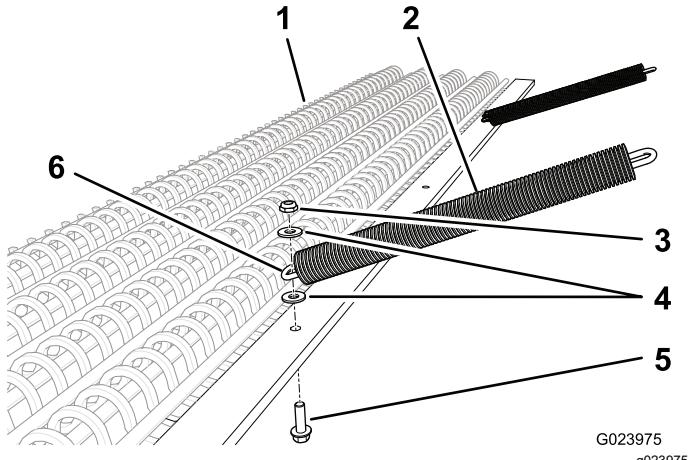

Figura 2
1. Deslice una funda sobre cada cadena (Figura 2).
3. Sujete la cadena a la estera niveladora con un perno (3/8 x 1-1/4"), 2 arandelas y una contratuercia, según se muestra en Figura 2.